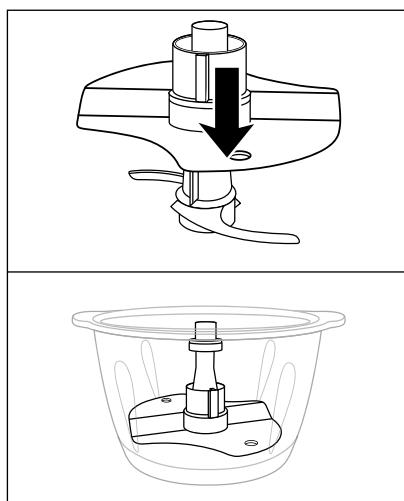

Fig. 1
1) Posez le bol ⑨ sur l'anneau antidérapant ⑪.
2) Poussez le disque émulsionneur ⑫ sur le porte-lame ⑦ :
- Pour fouetter 200 - 400 ml de crème, montez le disque émulsionneur ⑫ sur le porte-lame ⑦ de sorte que le disque émulsionneur ⑫ repose sur les deux parties de la lame ⑧ et s'encrante (fig. 1) :